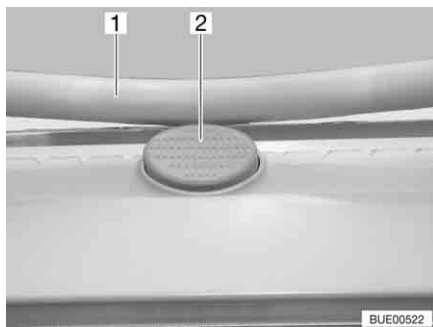

Bild 95 Låsknapp på Heki-takluckan
- Tryck på låsknappen (Bild 95,2) och dra ner bygel (Bild 95,1) med båda händerna.
- Tryck bygel uppåt med båda händerna tills bygel ligger ovanför låsknappen (Bild 95,2).